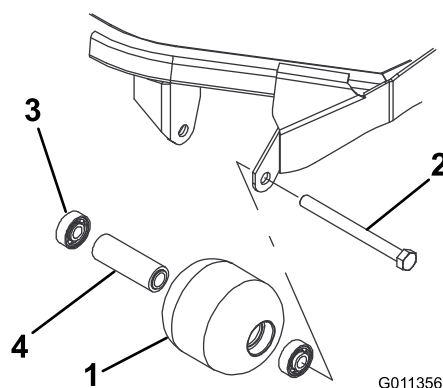

Рисунок 103
1. Снимите болт крепления валика (Рисунок 103).
4. Осмотрите корпус, подшипники и распорную втулку подшипника валика на наличие повреждений (Рисунок 103). Замените все поврежденные компоненты и соберите их.
1. Запрессуйте передний подшипник в корпус валика (Рисунок 103). Прикладывайте усилие только к наружному кольцу или одинаковое усилие к внутреннему и наружному кольцам.
2. Вставьте втулку подшипника (Рисунок 103).
3. Запрессуйте второй подшипник в корпус валика (Рисунок 103). Запрессуйте, нажимая с одинаковым усилием на внутреннее и наружное кольца до тех пор, пока внутреннее кольцо не войдет в контакт с проставкой.